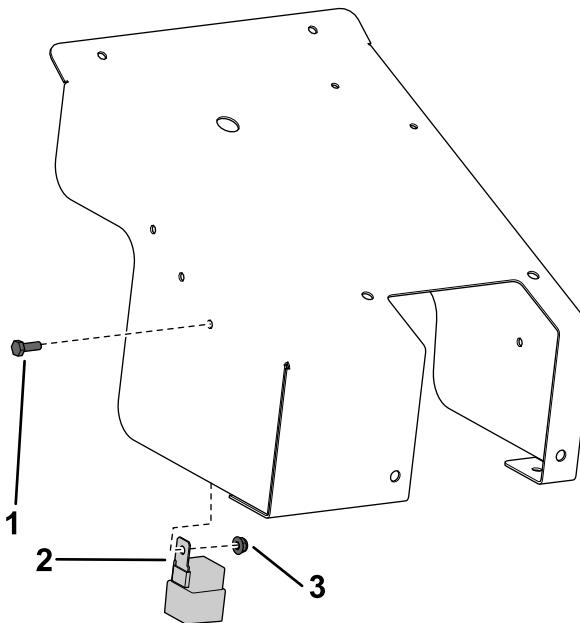

Рисунок 8
6. Установите реле на внутренней поверхности крышки с помощью болта ($\frac{1}{4}$ x $\frac{3}{4}$ дюйма) и гайки ($\frac{1}{4}$ дюйма), как показано на Рисунок 8.